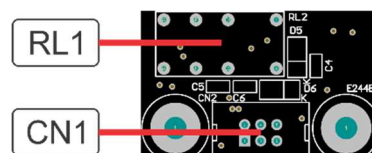

Figura 28: Comando liga/desliga - E244B
3.5.7 Comando Liga/Desliga - E244B. Figura 28.